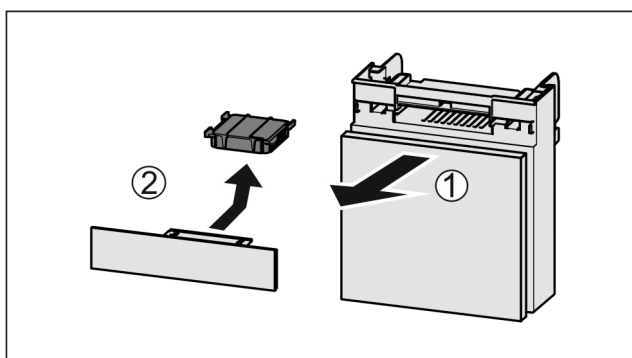

Fig. 99
- Extrageți Fig. 99 (1) compartimentul către înaintea.
- Scoateți Fig. 99 (2) filtrul de cărbune activ.